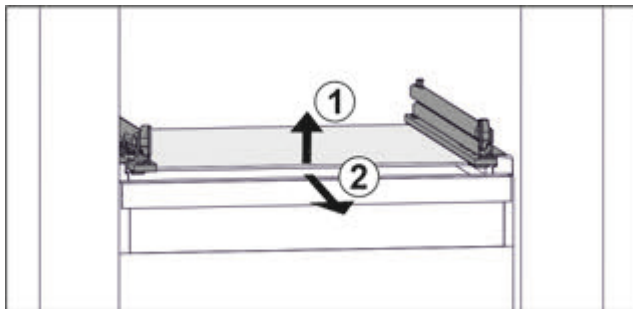

Fig. 54 Приблизне відображення скляної пластини
- ▶ Підняти скляну пластину спереду. Fig. 54 (1)
- ▶ Вийняти скляну пластину рухом вперед. Fig. 54 (2)